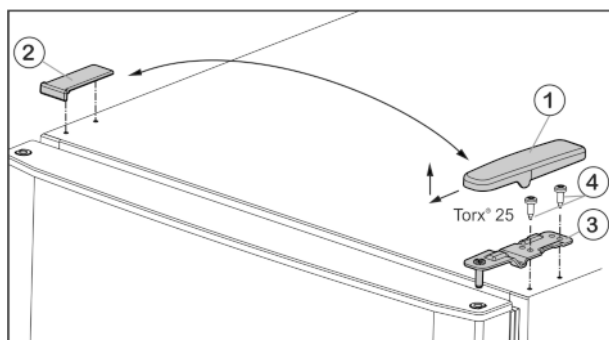

Fig. 6
- ▶ Kryt Fig. 6 (1) stáhněte dopředu a nahoru.
- ▶ Kryt Fig. 6 (2) zvedněte.
- ▶ Horní stojan ložiska Fig. 6 (3) odšroubujte (2 krát Torx® 25) Fig. 6 (4) a stáhněte nahoru.
- ▶ Horní stojan ložiska *Fig. 6 (3)* vložte na nové straně závěsu do dvířek.
- ▶ Horní stojan ložiska **pevně přišroubujte (4 Nm)** (2krát Torx® 25) *Fig. 6 (4)*. Popřípadě použijte akumulátorový šroubovák.
- ▶ Kryt *Fig. 6 (1)* na opačné straně zvenčí nasadíte a nechte zaklapnout.
- ▶ Kryt *Fig. 6 (2)* vždy na opačné straně shora nasadíte a nechte zaklapnout.